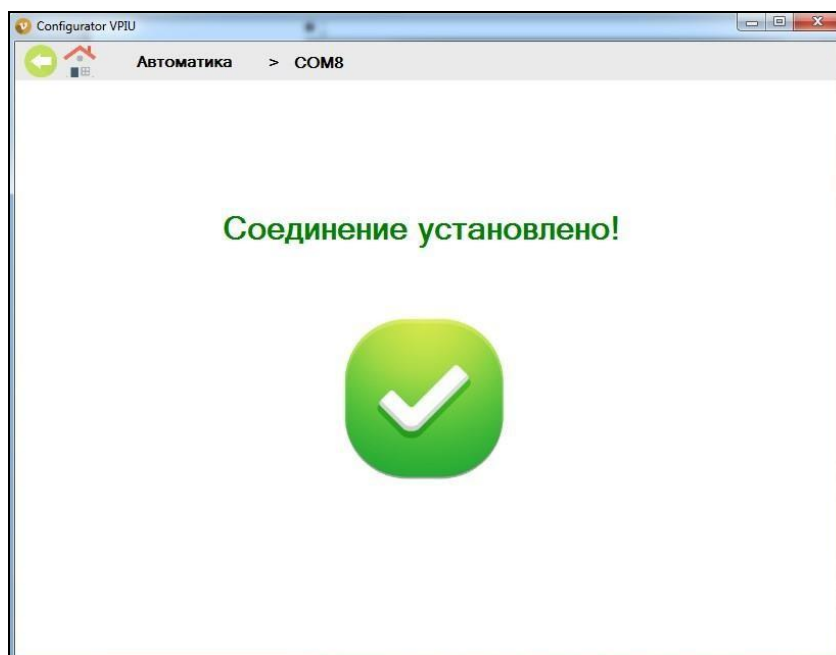
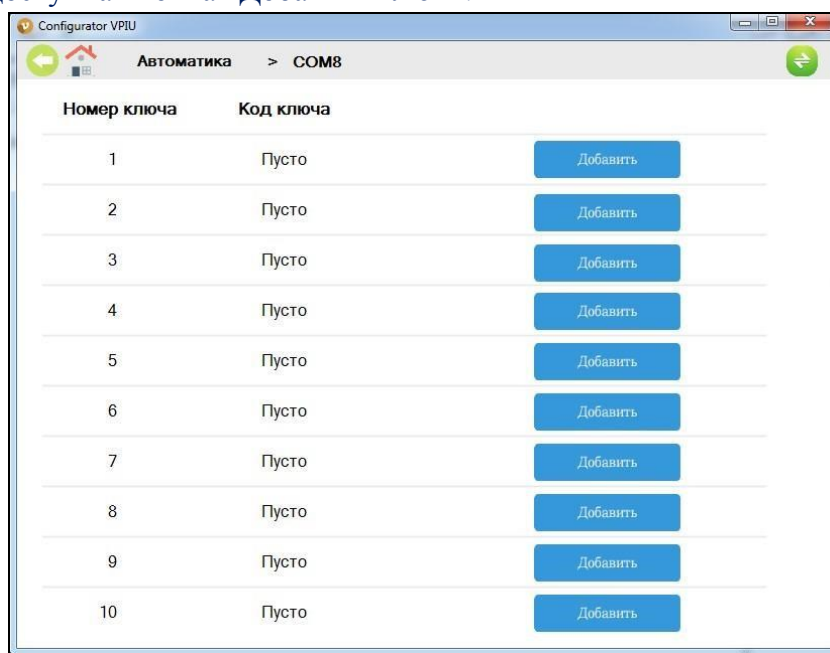

Рис. 28 Скриншот окна об установке соединения ВПИУ-А с ПЭВМ
Рис. 30 Скриншот программной страницы наличия ключей доступа во ВПИУ-А
7) При успешном соединении в окне программы появится сообщение «Соединение установлено!» (см. рисунок 28). Автоматически откроется программное окно с информацией о внесенных в память ВПИУ-А ключей доступа (см. рисунок 30).
8) На странице будут показаны все ключи доступа, считанные из энергонезависимой памяти ВПИУ-А (см. рисунок 30). Если ключ отсутствует, то в поле «Код ключа» будет надпись: «Пусто», и будет доступна кнопка «Добавить ключ».